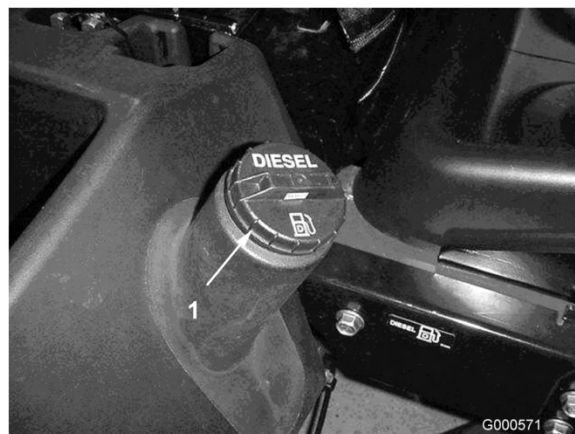

Figure 14
1. Retirez le bouchon du réservoir de carburant (Figure 14).